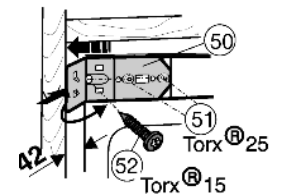

Fig. 23
- ▶ Bevestigingshoek met spaanplaatschroef $\varnothing 4 \times 19$ Fig. 23 (52) aan de kastwand vastschroeven.
- ▶ De bevestigingshoek Fig. 23 (50) tegen de meubelwand schuiven en de twee M5-schroeven, Torx 25 Fig. 23 (51), vastdraaien.